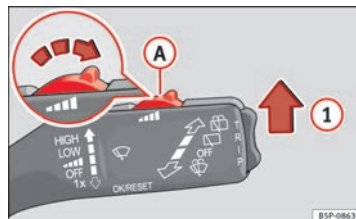

Fig. 81 Palanca del limpiaparabrisas.
- Mueva la palanca del limpiaparabrisas hasta la posición ① ⇒ fig. 81.